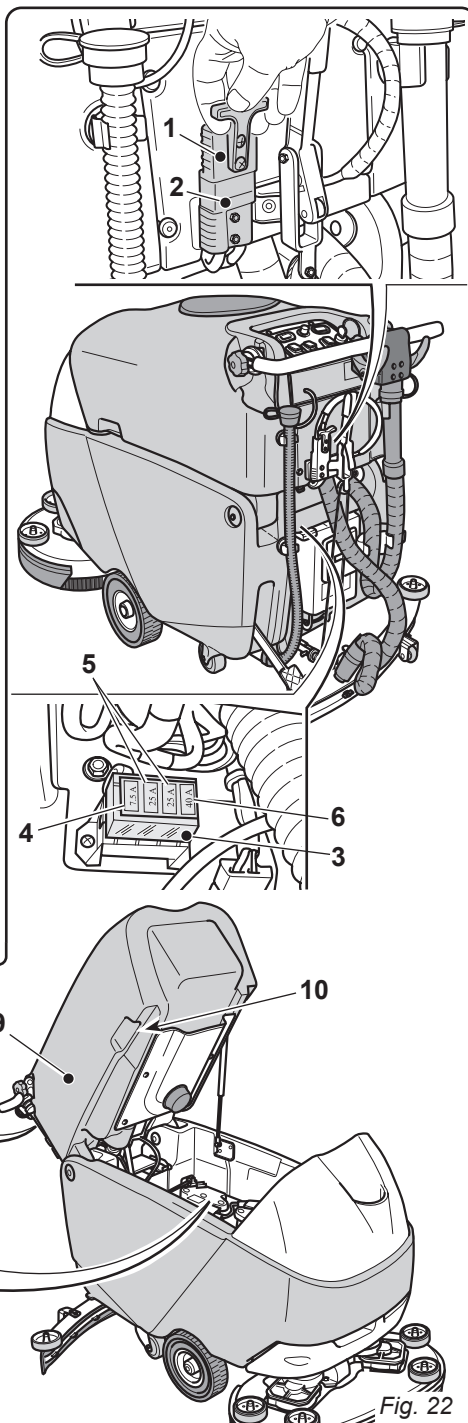

Fig. 22
10.1.g - Substituição dos fusíveis (Fig. 22)